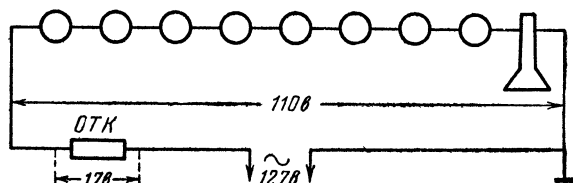

Рис. 3. Схема последовательного питания нитей накала ламп.
**Л.** — Нет, эта схема применяется1 лишь в тех случаях, когда общее число ламп невелико и суммарное напряжение накала не превышает 100—110 *в*. Остальные 15—25 *в* поглощаются сопротивлением ОТК (рис. 3).